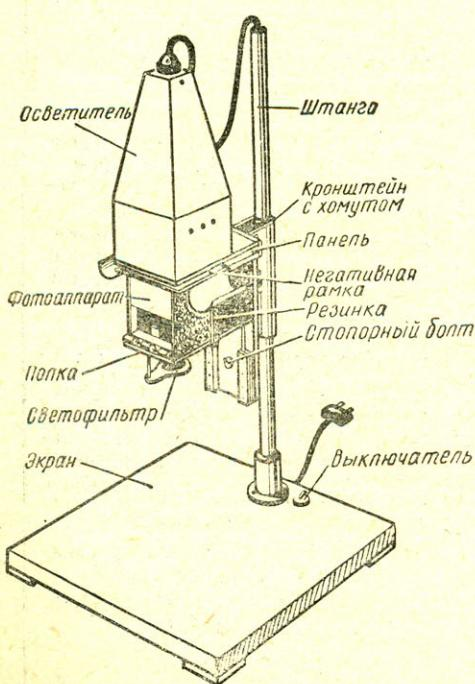

Рис. 1. Увеличительная приставка к фотоаппарату «Любитель».
**Защитный светофильтр** можно купить в готовом виде, но можно сделать и самим. Отфиксируйте кусочек фотопленки, хорошо промойте его и опустите на 5—10 минут в раствор красной анилиновой краски или в красные чернила для авторучки. Светофильтр крепится на ножке к нижней стороне полки (см. рис. 1).